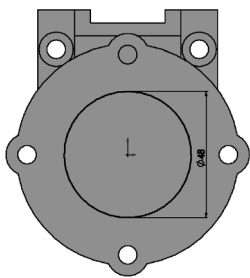

图 7-104 绘制切除拉伸 5 草图
1) 绘制切除拉伸 5 草图。选择壳体底面作为绘图基准面, 单击“草图”控制面板中的 $\odot$  (圆) 按钮, 绘制一个圆。单击“草图”控制面板中的 $\text{↖}$  (智能尺寸) 按钮, 标注圆的直径为 48, 如图 7-104 所示。